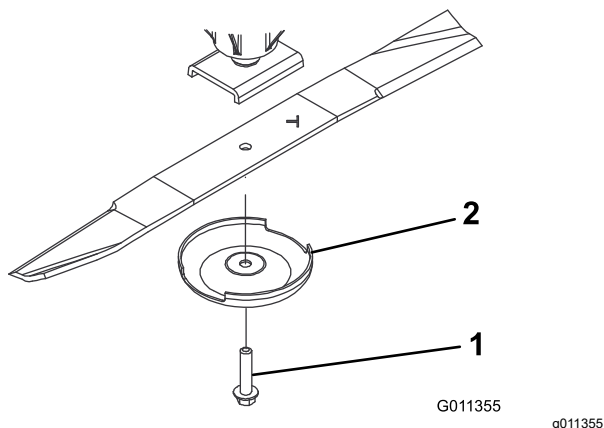

Рисунок 129
3. Снимите болт ножа, защитный колпак и нож с вала шпинделя (Рисунок 129).